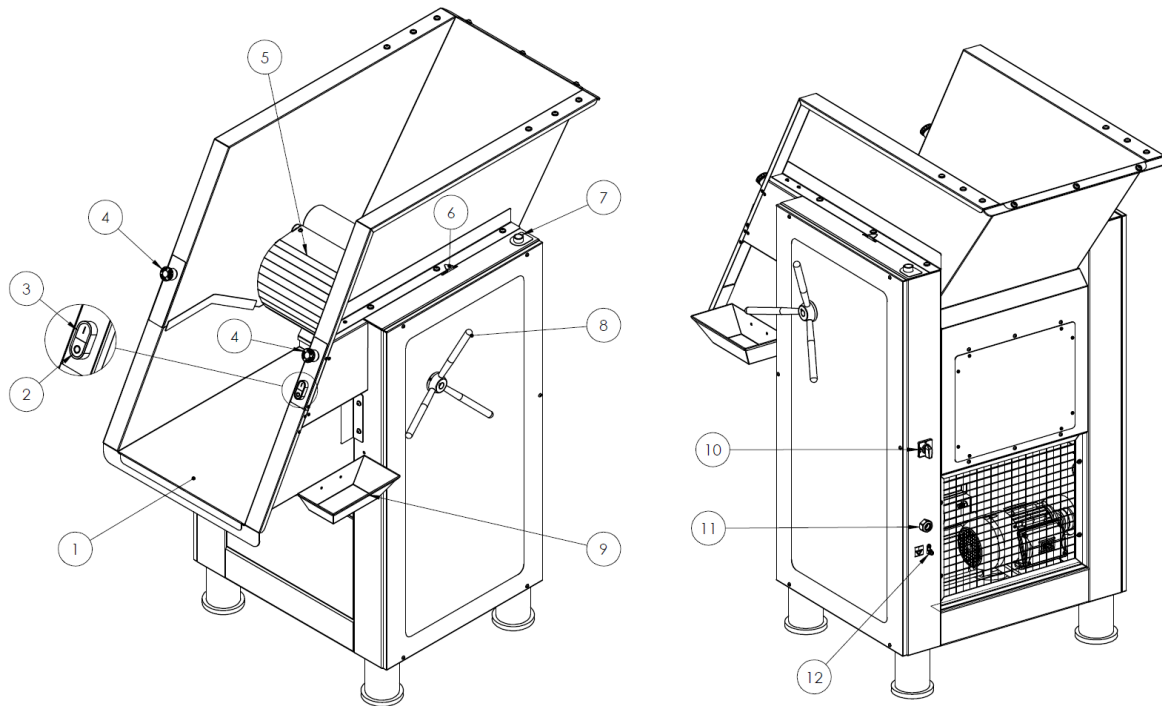

Figura 1
1. Ligue a chave geral do equipamento (Item 10, figura 1);
2. Pressione o botão de rearme (Item 7, figura 1);
3. Coloque a massa sobre a mesa de apoio (Item 1, figura 1);
4. Regule a abertura desejada dos cilindros utilizando o manípulo de regulagem (Item 8, figura 1);
5. Ligue o equipamento pressionando o botão liga (verde) (Item 3, figura 1);
8. Para desligar, aperte o botão desliga (vermelho) (Item 2, figura 1);